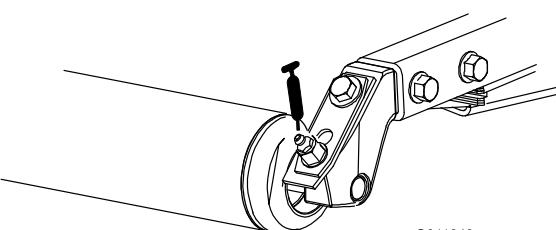

Figura 43
- Cuscinetti a rulli posteriori (2 per apparato di taglio) (Figura 43)
Nota: I raccordi di ingrassaggio sono montati a paro sui rulli (Figura 43) e necessitano di un adattatore per l'ugello dell'ingrassatore a pressione. Per ottenerlo, ordinate il N° cat. 107-1998 presso il Distributore Toro autorizzato di zona.